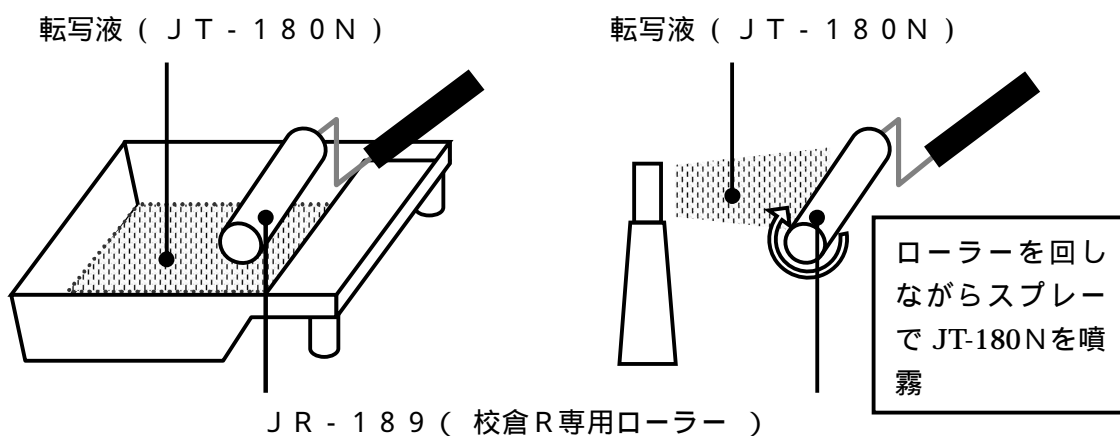

図2
- ・専用ローラーJR-189に転写液JT-180Nを塗布してください(図2)。